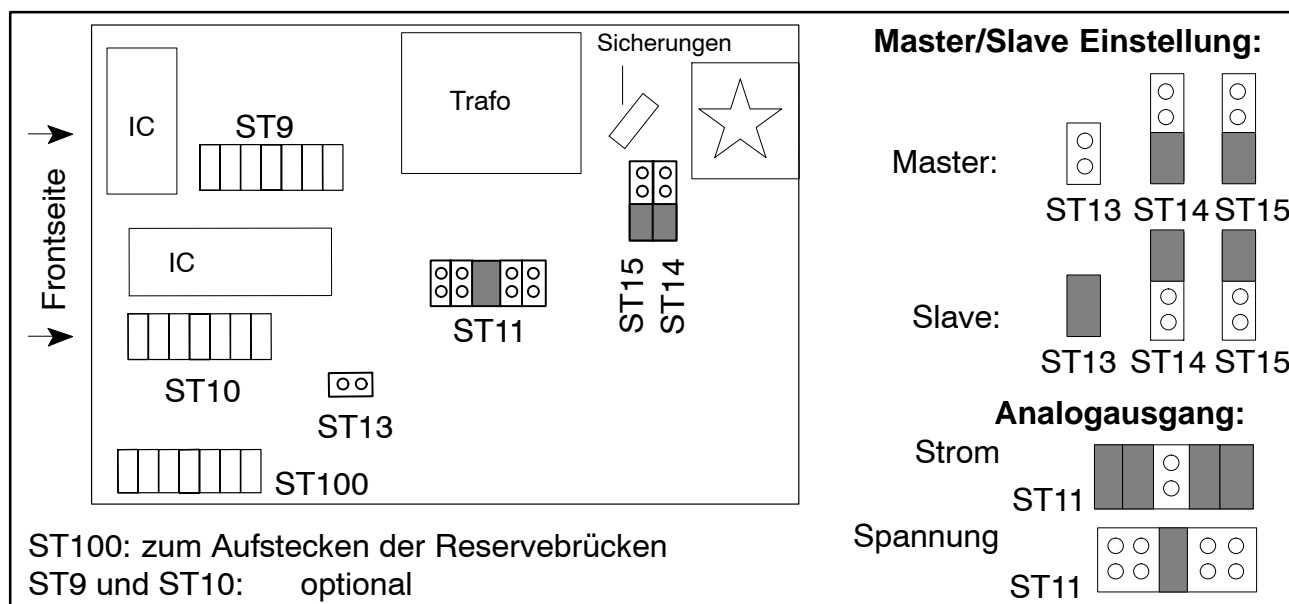

Abb. 2.1: Lage der Steckbrücken auf der Platine
- 3 Ändern Sie die für Sie relevante Einstellung mit Hilfe der Steckbrücken entsprechend Abb. 2.1.
Das analoge Ausgangssignals (Spannung bzw. Strom) wählen Sie durch Umstecken der Steckbrücken ST11 (siehe Abb. 2.1). Die Wahl ± 20 mA bzw. 4...20 mA erfolgt im Bediendialog.
Zur Synchronisation mehrerer Geräte wird ein Gerät als Master eingestellt. Alle weiteren Geräte sind auf Slave einzustellen. Die Wahl "Master" und "Slave" erfolgt mit den Steckbrücken ST13, ST14 und ST15 (siehe Abb. 2.1).